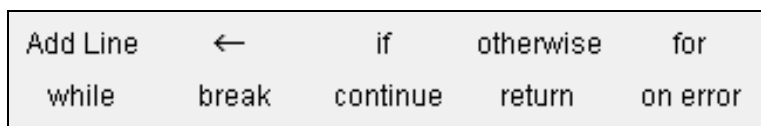

Рис. 1.9. Панель Программирование (Programming)
7. **Программирование (Programming)** – шаблонами команд встроенного языка программирования (рис. 1.9).